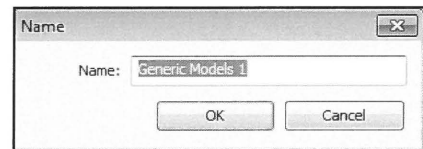

Fig. 04.122. Navngiv.
- Giv objektet et navn (Fig. 04.122) og klik *OK*.